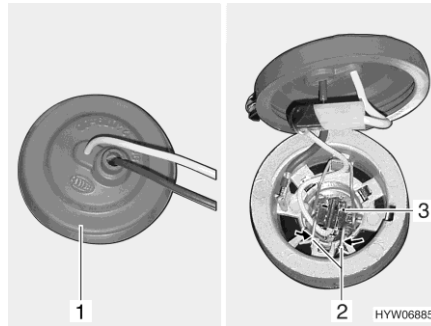

Bild 289 Dimljus
- Handen förs in bakom dimljuset och gummihatten (Bild 289,1) tas av från lamphuset.
- Metallbygeln (Bild 289,2) trycks ihop och tas ur hållaren.
- Ta ut glödlampans kabel (Bild 289,3) med kabel ur lamphuset.